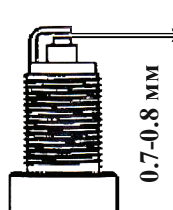

рис. 4
- проверить величину межэлектродного зазора, который должен составлять 0,7-0,8 мм (рис.4). При существенном отклонении величины зазора от указанной, необходимо его отрегулировать (восстановить) или заменить свечу;